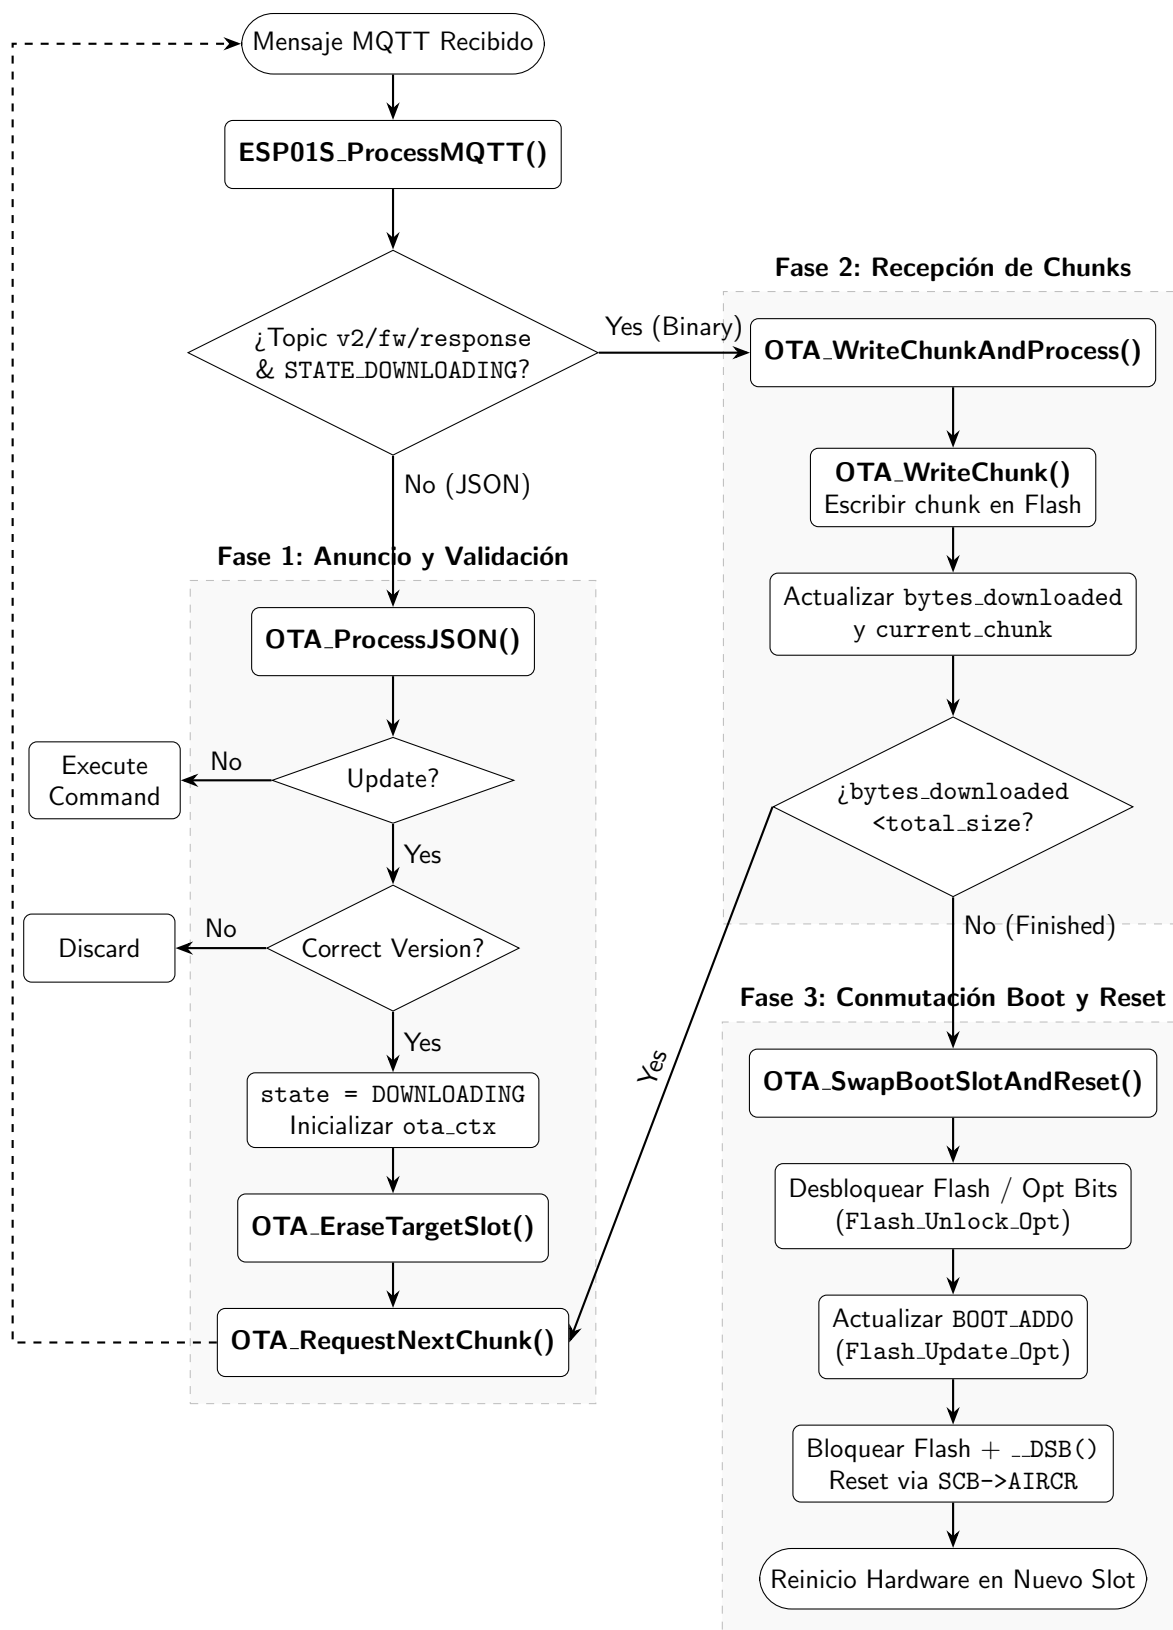

Figura 45: Diagrama de flujo de recepción OTA
Y... listo! Tras este proceso el procesador comenzará a ejecutar en el *slot* correspondiente. Al arrancar volverá a recibir la información del *firmware* disponible y, viendo que ya está actualizado, continuará su funcionamiento de manera normal. Podemos ver un resumen gráfico de todo el proceso en la Figura 45.